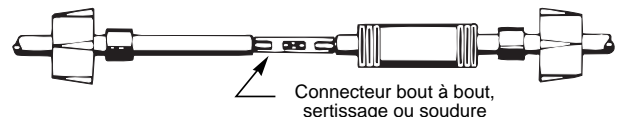

Figure 8 – Extrémités des fils raccordés
- Introduire l'extrémité du fil dans un connecteur bout à bout et sertir. **Appairer** les couleurs des fils de la source d'alimentation et du moteur (voir Fig. 8).